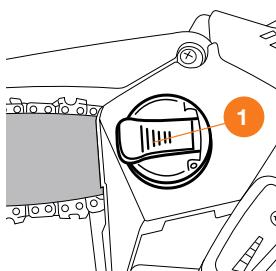

Рис. 8
- Установите защитную крышку и закрутите гайку-барашек ① (Рис. 8).